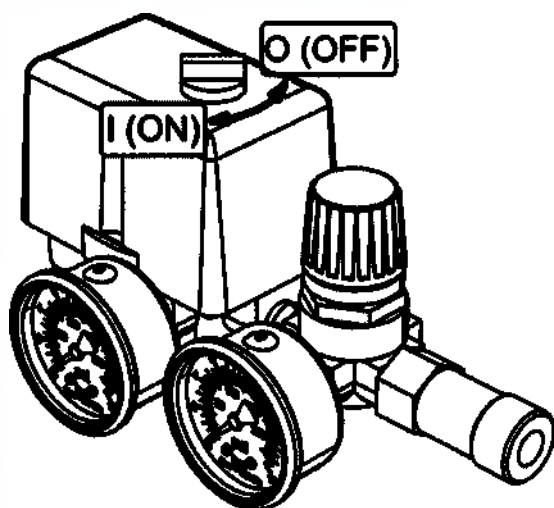

Рисунок 3
- Проверьте, чтобы выключатель на реле давления находился в выключенном положении "O" или "OFF", в зависимости от исполнения (рис. 3).
- Выключить компрессор выключателем **3** на реле давления (рис. 4-7). Для этого необходимо переключить выключатель в положение "О" или "OFF", в зависимости от исполнения (рис. 3). После этого остановится двигатель и произойдет сброс давления из нагнетательного воздухопровода и поршневого блока.
- Переключите выключатель **3** на реле давления (рис. 4-7) в положение "О" или "OFF", в зависимости от исполнения (рис. 3).